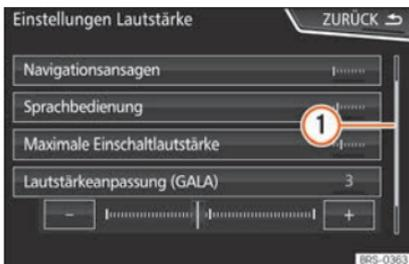

Abb. 176 Listeinträge eines Einstellungs-menüs.
Auf der rechten Seite befindet sich die Scroll-Leiste, deren Größe von der Anzahl der Listeinträge abhängt » **Abb. 176** ①.